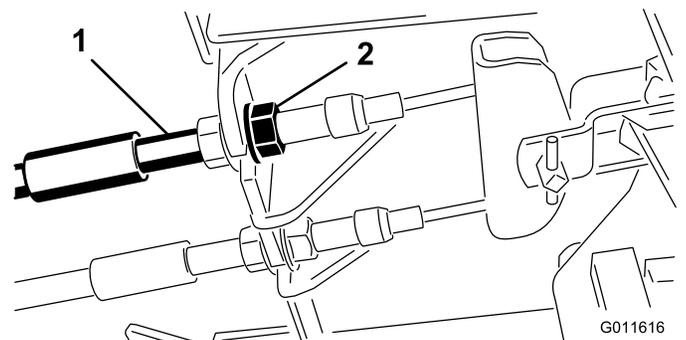

Рисунок 66
1. Чтобы уменьшить свободный ход тормозных педалей, затяните тормоза, ослабив переднюю гайку на резьбовом конце троса тормоза (Рисунок 66).